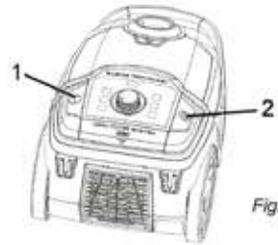

Fig.15
1. Stäng av dammsugaren med strömbrytaren (bild 15/1) och dra ut kontakten ur vägguttaget.